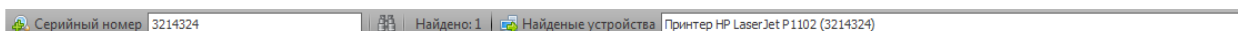

Рисунок 33
- -Меню поиска устройств по серийному номеру (Рис.33)